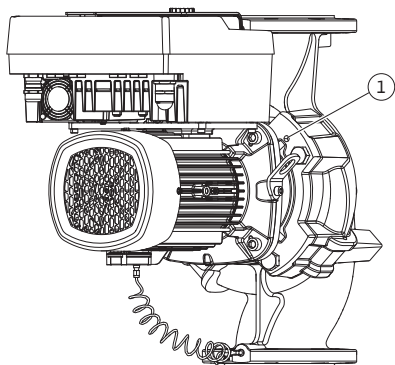

Fig. 103: Borttagning av instickssatsen via gänghål
12. Lossa skruvarna pos. 29 för pumptyp (Fig. III, IV). Använd de två gänghål (Fig. 103, pos. 1) som sitter jämte, och använd lämpliga skruvar som tillhandahålls på plats (t.ex. M10 x 25 mm). Ta bort instickssatsen från pumphuset.